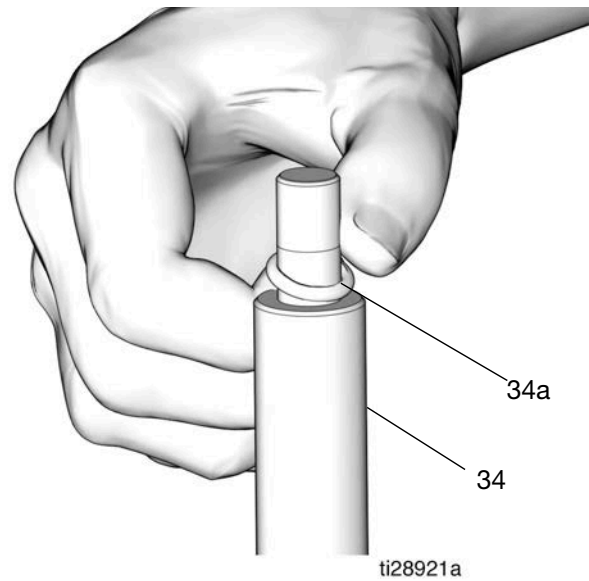

ABB. 24
21. Den O-Ring (34a) mit einem Haken von der Kolbenstange (34) entfernen (ABB. 24).